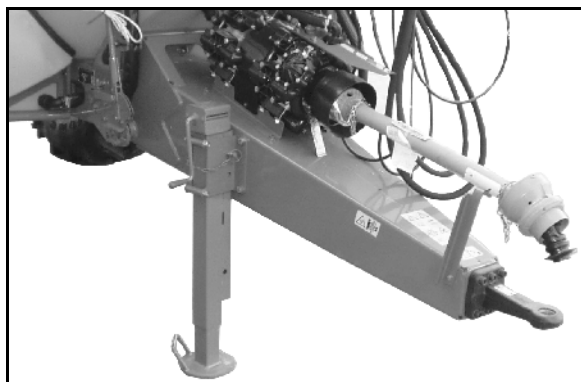

Fig. 36
- **Timão para chapa de engate (Fig. 36)**